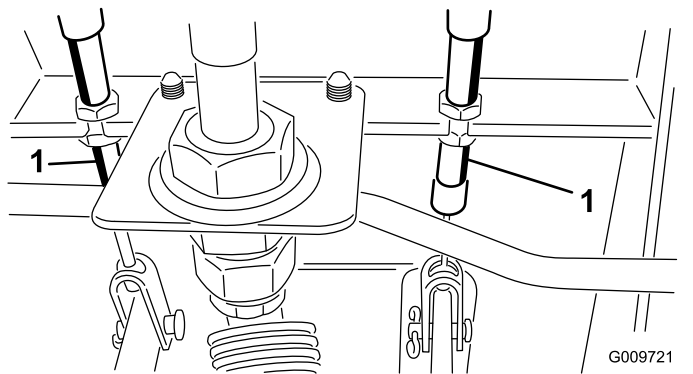

Рисунок 80
- А. Отпустите переднюю гайку на резьбовом конце троса тормоза (Рисунок 80).